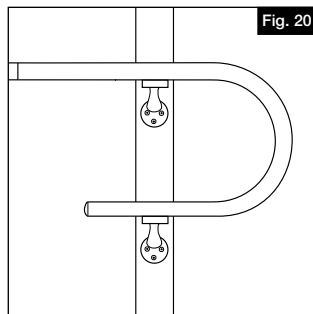

Fig. 20
- Fixer la boucle de la main courante à la surface de montage en utilisant 2 supports de main courante (figure 20), en suivant les instructions de ce guide.